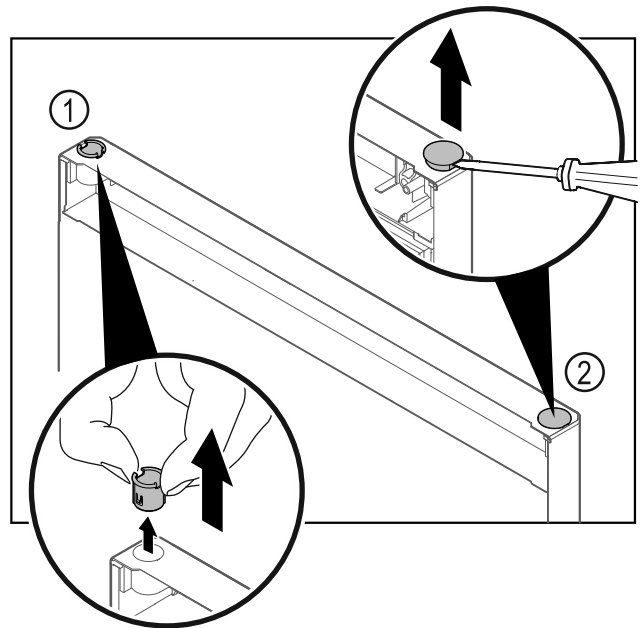

Fig. 29
- ▶ Pirštais ištraukite šarnyrinę įvorę Fig. 29 (1).
- ▶ Dengiamąjį kamštį Fig. 29 (2) atsargiai pakelkite išdrožiniu atsuktuvu ir jį ištraukite.